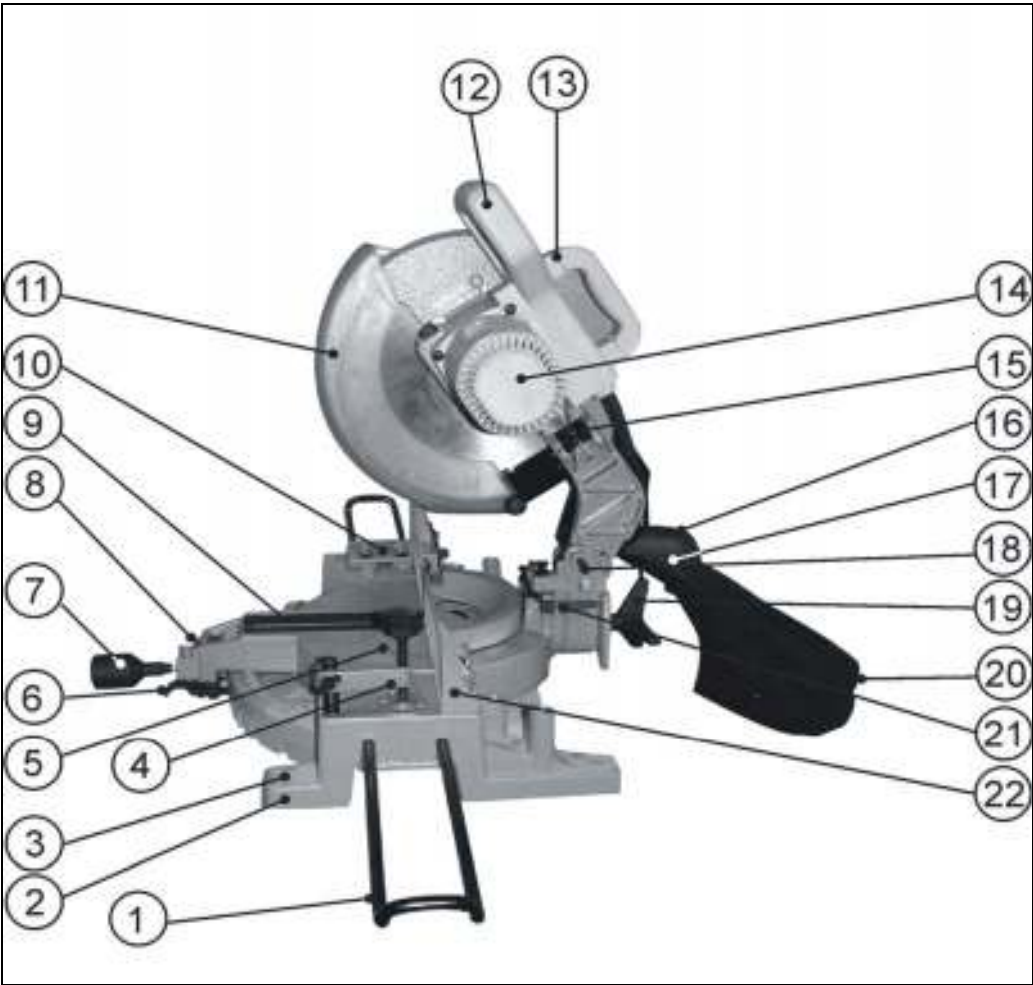

Рис.2
7. УСТРОЙСТВО ПИЛЫ, Рис. 2
8.1. Закрепите поворотный стол (5) с помощью винта фиксации поворотного стола (7) и затяните винт фиксации наклона пилы (19). При транспортировке пилы полностью опускается рукоятка пилы (12) и фиксируется в нижнем положении с помощью стопорной шпильки (18). Транспортировка пилы производится непосредственно за транспортную ручку (13), Рис.2.
9.1.1. Закрепите пилу болтами на ровной и устойчивой поверхности верстака. С этой целью станина (2) пилы имеет четыре отверстия (3). Это обеспечивает устойчивость пилы и безопасность эксплуатации, предотвращает возможность травматизма, Рис.2.
9.2.1. На станине (2) предусмотрены гнезда установки вертикальной струбицы (4). Вертикальная струбина (4) может быть установлена в станине (2) как слева, так и справа от места распиливания, Рис. 2.
9.3.1. Перед намеченной операцией определите размер от места распиливания до концов заготовки. Если этот размер превышает 0,55 м., то необходимо установить дополнительные выдвижные опоры (1) с одной или с обеих сторон в специальные отверстия в станине (2) пилы, Рис.2.
10.1. Поднимите вверх крышку (16). На патрубок пылесборника (17) наденьте пылесборник (20), Рис.2.
Используйте пылесборник (20) во время пиления для более аккуратной работы и легкого удаления опилок из рабочей зоны. Когда пылесборник (20) наполнится наполовину, отсоедините его от патрубка пылесборника (17) и освободите от содержимого, расстегнув молнию и слегка встряхнув для удаления опилок, Рис.2.
10.2. При использовании пилы в продолжительном режиме работы целесообразней патрубок пылесборника (17) соединить с пылесосом для сбора стружки и древесной пыли при работе (см.раздел 18, Рис.2).
11.1. Приведение пилы в верхнее положение (Рис.2)
11.2.1. Ослабьте винт фиксации поворотного стола (7), удерживая рычаг фиксации (6) в верхнем положении за головку винта фиксации поворотного стола (7). Поворачивайте поворотный стол (5) на необходимый угол установки, Рис.2.
11.2.2. Поверните стол до совмещения значения угла поворота, нанесённого на поворотном столе (5), с указателем в узле установки поворотного стола (8), Рис.2.
11.3.1. Для изменения угла наклона пиления, удерживая пилу за рукоятку (12), Рис.4, ослабьте установку винта фиксации наклона пилы (19), Рис.2, наклоните пилу влево на предполагаемый угол пиления, контролируя угол по показаниям шкалы (24) и указателя (21), Рис.5. Положение закрепите винтом фиксации наклона пилы (19), Рис.2.